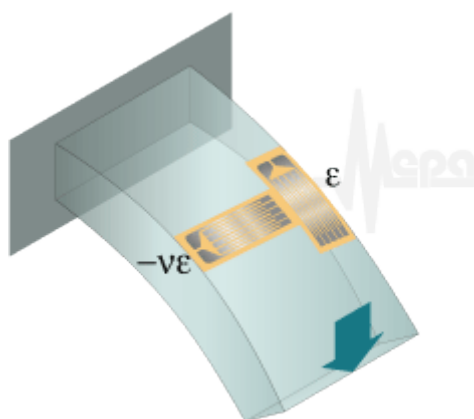

Рис. 142 - Схема наклейки активного и компенсационного ТР для измерения деформаций изгиба.
- изгибная поверхностная деформация. Схема наклейки на Рис. 142.
Схема наклейки тензорезисторов для измерения деформаций изгиба показана на Рис. 142.